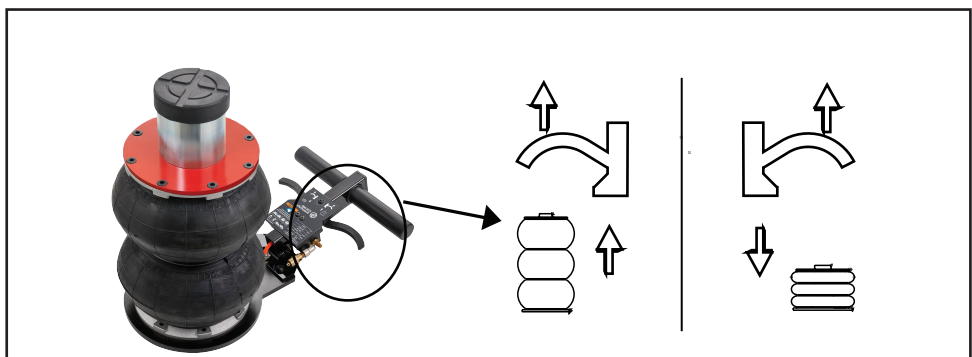

Fig. 03
- Pull the right trigger, "Up" position, the load is lifted to the desired level. Secure with support stand. (Fig.03)
- To lower the load, Pull the left trigger, "Down" position. (Fig.03)
- Drücken Sie den Abzug nach rechts zur „Aufwärts“-Position, die Last wird zur gewünschten Höhe angehoben. Sichern Sie mit einer Stütze. (Abb. 03)
- Zum Ablassen der Last den Auslöseknopf nach links drücken, „Abwärts“-Position. (Abb. 03)